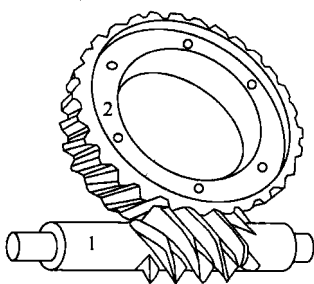
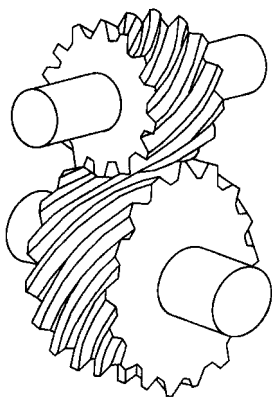

图1-12 蜗杆传动
图1-13 螺旋齿轮传动
c. 交错轴间的蜗杆传动和螺旋齿轮传动。图 1-12 所示为蜗杆传动。蜗杆 1 的齿数很少,齿可绕杆面一周以上;其轴线与蜗轮 2 的轴线垂直。在传动比大的减速场合常用蜗杆传动。螺旋齿轮传动(图 1-13)的齿廓间是点接触,只能传递小功率,但两轮轴的夹角可为任意值。